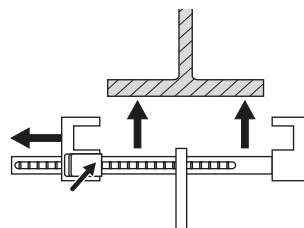

Рис. 4
1. Нажмите на блокирующую кнопку, как показано на рис. 4 и раздвиньте фиксирующие зажимы устройства.